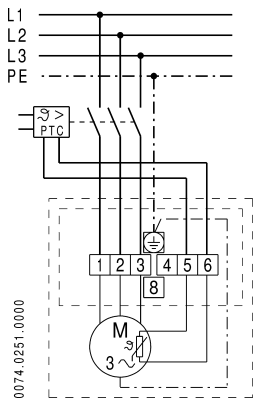

Figure 2: Schéma des connexions
Le ventilateur a été réglé à l'usine de sorte qu'il soit le plus performant lorsque le secteur est raccordé comme illustré dans le schéma de connexion (figure 2). Dans les versions standard, les sens de rotation et de refoulement correspondent alors au tableau 2.
- Il est possible d'inverser le sens de refoulement. A la différence de la figure 2, le conducteur secteur L2 doit être raccordé à la borne 1 et le conducteur L1 à la borne 2 (inversion des conducteurs extérieurs) (figure 2). Veuillez considérer que ceci provoque